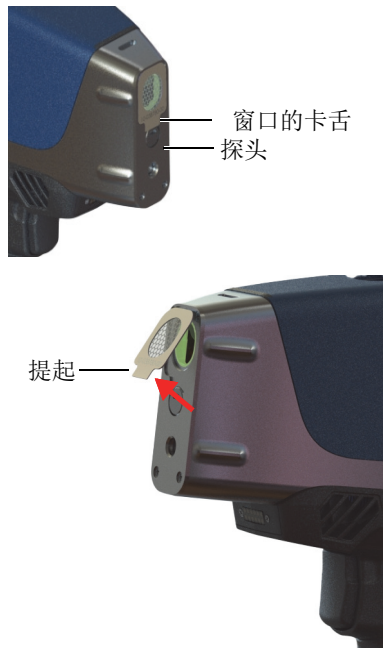

图 4-1 拆下Vanta分析仪的窗口
- ◆ 抓住窗口底部的卡舌，并向上拉，直到将窗口从探头上完全剥离（参见第89页的图 4-1）。